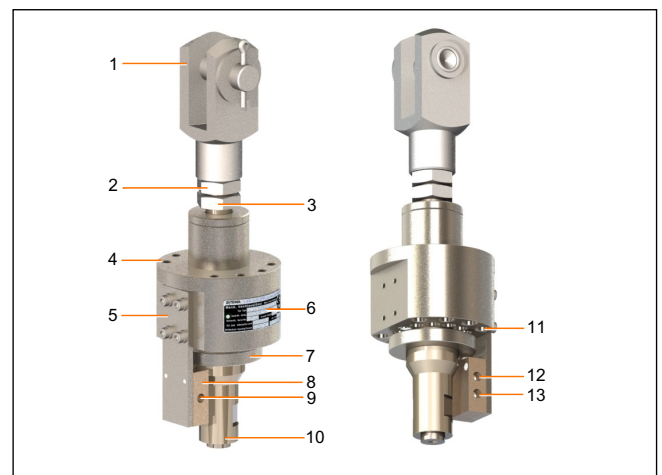

Abb. 1: Übersicht MVA (exemplarische Ausführung)
Der Zug des gespannten Tragmittels an der Schaltstange (10), *Abb. 1* hält den Anschlagring (7), kontaktfrei vom Stößel des Pneumatikventils (8). Das Pneumatikventil ist in diesem Zustand unbetätigt.
Die Pneumatikanschlüsse 1, 2 und 3 siehe (9), (12), (13), *Abb. 1* können beliebig belegt werden. Je nach Einsatz kann so die Grundstellung (unbetätigt / betätigt) als geschlossen oder offen definiert werden.